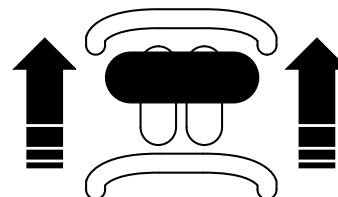

Figure 14
- Pour vous déplacer en marche avant, poussez la commande de déplacement en avant (Figure 14).